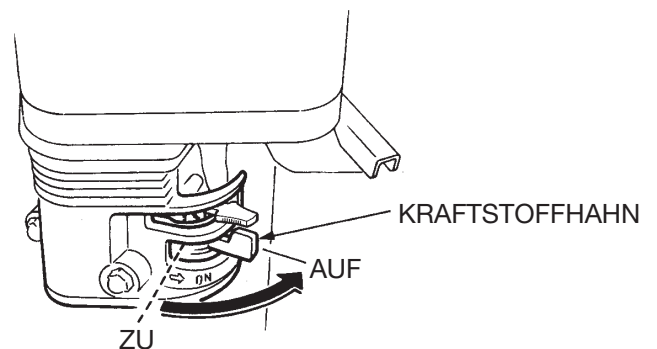

Abb. 16. Kraftstoffhahn
- Den **Kraftstoffhahn** (Abb. 16) auf "ON" (AUF) stellen.